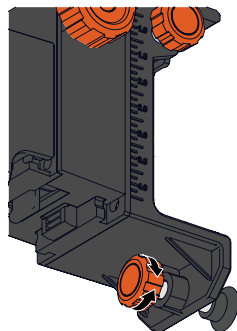

Figure 37
6. L'accessoire de montage sur rail peut également être accroché à un clou à l'aide du trou de montage. Tournez le bouton de la vis de mise à niveau afin de vous assurer que la position de l'appareil soit de niveau. La vis de nivellement est dotée d'un pied en caoutchouc non marquant afin d'éviter d'endommager les surfaces. (Figure 37)